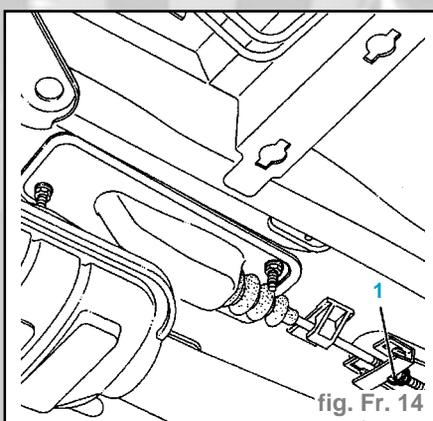

fig. Fr. 14
- Véhicule sur un pont à prise sous coque, dévisser l'écrou (1) de façon à libérer totalement le palonnier central (fig. Fr. 14).